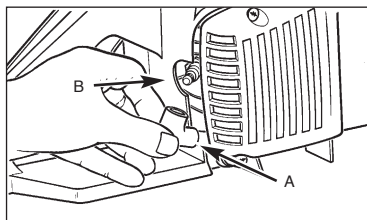

Рис. 18
2. Удалите верхнюю крышку (А), ослабляя винты крепления. (Рис. 18А)
3. Разъедините соединительный провод (В) от свечи зажигания (С), крутя и вытягивая одновременно (рис. 18Б).